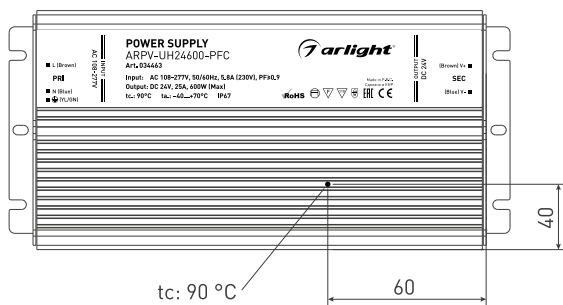

Рисунок 1. Расположение точки контроля температуры T_c
- 3.9. Проверьте температуру корпуса источника питания. Максимальная температура корпуса источника в установившемся режиме не должна превышать T_c (рисунок 1). Если температура корпуса выше, необходимо уменьшить нагрузку, обеспечить лучшую вентиляцию или использовать более мощный источник питания. В случае непрерывной работы блока питания при нагреве корпуса до температуры T_c гарантийный срок сокращается до 5 лет.